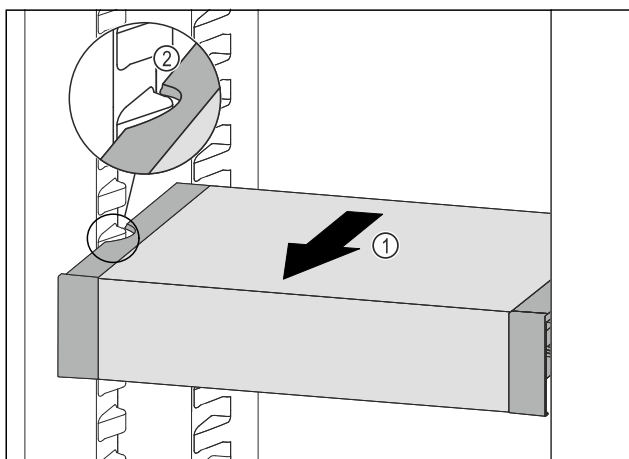

Fig. 138
- ▶ VarioSafe dras framåt Fig. 138 (1) tills sidofördjupningarna på VarioSafe är i samma nivå som behållarlisterna i kyldelen. Fig. 138 (2)